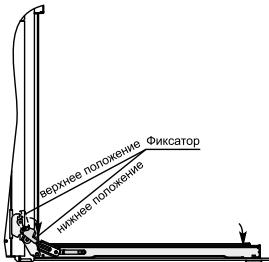

рис. 12
2. Повернуть фиксатор шарнира в крайнее нижнее положение см. рис. 12;